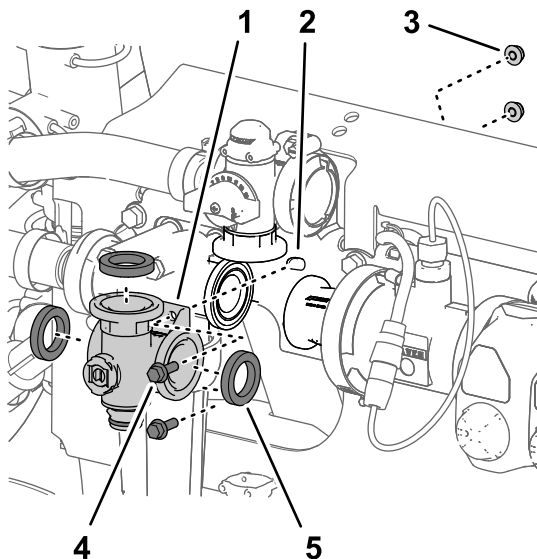
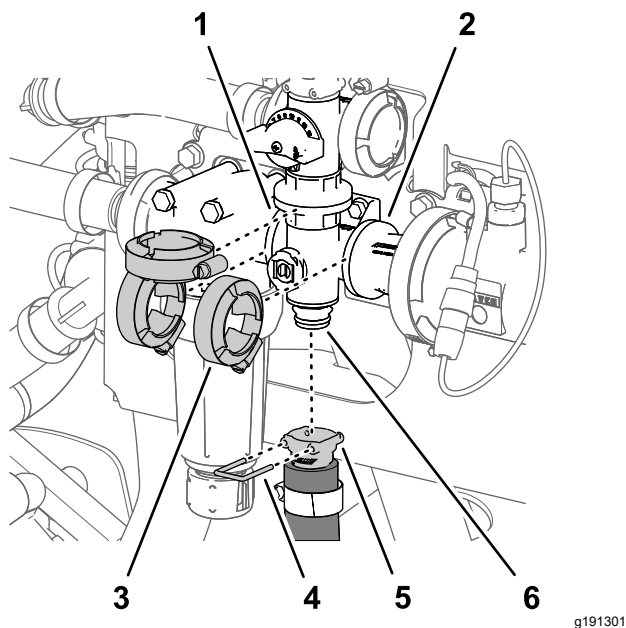

Figure 135
Figure 136
1. Alignez la bride du collecteur de la vanne d'agitation et les 3 joints sur les brides de la vanne de dérivation d'agitation, de la tête du filtre de pression et de l'adaptateur de raccordement (Figure 135 et Figure 136).
2. Fixez légèrement le collecteur de vanne d'agitation à la vanne de dérivation d'agitation, la tête du filtre de pression et l'adaptateur de raccordement (Figure 136) à l'aide des 3 colliers que vous avez retirés à la section Dépose de la valve du collecteur d'agitation (page 95).
5. Serrez les 3 colliers bride à la main (Figure 136).
6. Fixez le raccord rapide du flexible d'agitation au raccord rapide du collecteur de vanne d'agitation à l'aide de l'étrier de fixation (Figure 136).